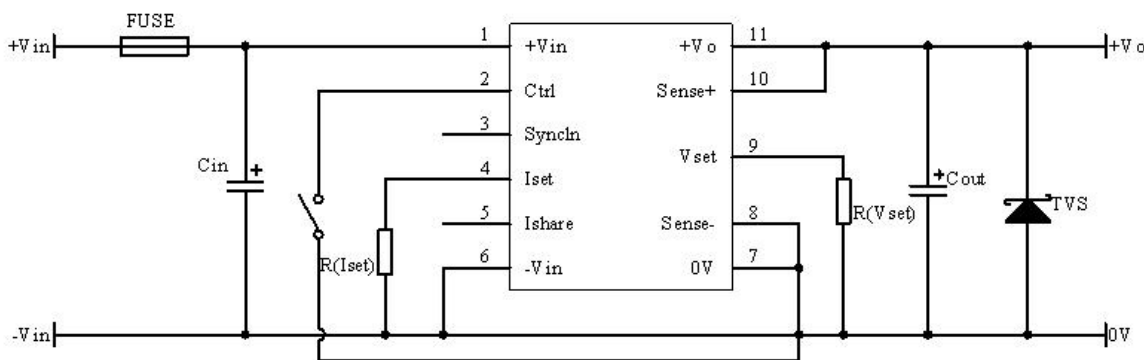

图 12 推荐测试电路
(1) 产品测试及应用时，请按照图 12 推荐的测试电路搭建外围；至少保障外接一个电解电容 C_{in} ($\geq 560\mu F$)，用于抑制输入端可能产生的浪涌电压；
(2) 如果产品输入端并联瞬变能量较大的电路（如并联电机驱动电路），或会导致产品输入电压被拉低，此时关注产品输入电压的波动，建议适当增大输入端电解电容 C_{in} 的容值，以保障输入端电压稳定，避免输入电压低于欠压保护点导致产品重复启动的情况；
(3) 如果产品输出端为感性负载时（如继电器、电机），建议增大输出电容 C_{out} 容值，并增加 TVS 管，用以滤除电压尖峰；
(4) 如需进一步减少输入输出纹波，可适当加大外接电容 C_{in} 、 C_{out} 容值或选用串联等效阻抗值小的外接电容；
(5) 使用 Ctrl 时，可直接与 0V(Pin7) 短接实现输出使能控制，引脚就近独立走线作为 Ctrl 的参考地。